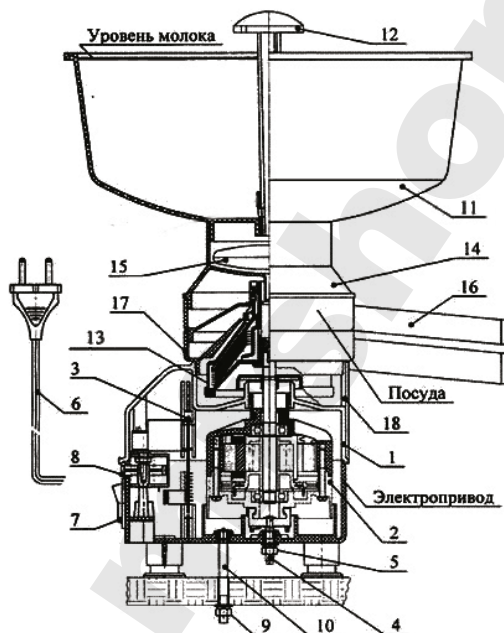
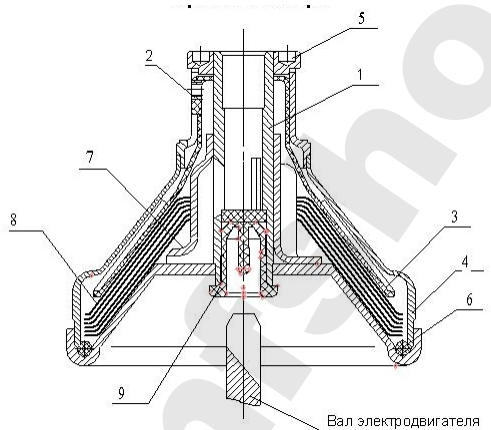

Рисунок 1 – Устройство сепаратора
Рисунок 2 - Барабан в сборе
5.2 Электропривод (рис. 1) представляет собой пластмассовый корпус 1, в котором на упругих опорах закреплен электродвигатель 2 с платой управления 3.
5.3 Посуда служит для осуществления подачи молока в барабан, вывода сливок и обрата после сепарирования. Посуда (рис.1) состоит из приёмника молока 11, крана 12, камеры поплавковой 14 с поплавком 15, приёмника сливок 16, приёмника обезжиренного молока (обрата) 17.
5.4 Барабан (рис.2) состоит из основания 1 с запрессованной в него втулкой 9, кольца уплотнительного 6, тарелкодержателя 7, пакета тарелок 8 (9 тарелок), тарелки разделительной 3 с регулировочным винтом 2, крышки барабана 4 и гайки 5.
6.2 Сборку барабана (рис.2) проводить в следующем порядке:
Ослабить гайку 5 (рис.1) и вращением винта регулировочного 4 установить требуемый для нормальной работы электросепаратора зазор не менее 3 мм и не более 4 мм между верхней кромкой конической части приемника сливок и центром винта регулировочного 2 (рис.2). Не нарушая положения, затянуть гайку 5 (рис.1). Затем установить камеру поплавковую 14 с поплавком 15, молокоприемник 11 с кран-ключом 12.
- вращением винта регулировочного 2 (рис.2). При ввертывании винта жирность сливок увеличивается, при вывертывании – уменьшается;
При пониженной жирности молока для увеличения жирности сливок рекомендуется уменьшить подачу молока краном 12 (рис.1).